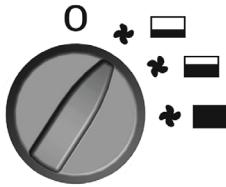

FIG. 1
- Fig. 1** – laveste kapacitet